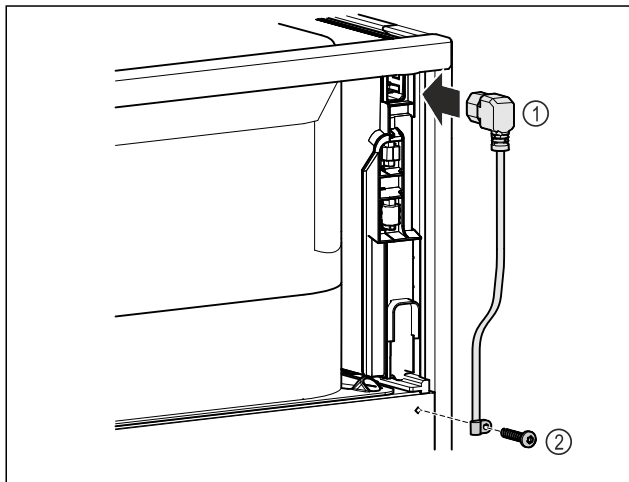

Fig. 13
- ▶ Utaknite utikač za hladnjak električnog kabela Fig. 13 (1) na stražnju stranu uređaja.
- ▶ Montirajte vlačno rasterećenje. Fig. 13 (2)